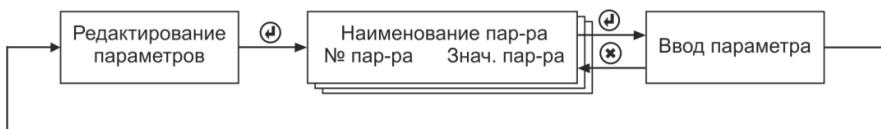

Рисунок 9 – Редактирование параметров
1. Работа с данными, и настройка параметров происходит аналогично разделу меню «Установка времени и даты» (раздел IV). При нажатии происходит переход из режима «Ввод параметра» в раздел меню «Редактирование параметров» без сохранения выбранного значения параметра (Рисунок 9). Для сохранения выбранного значения необходимо нажать кнопку . Допустимые значения параметров указаны в Таблице 2.